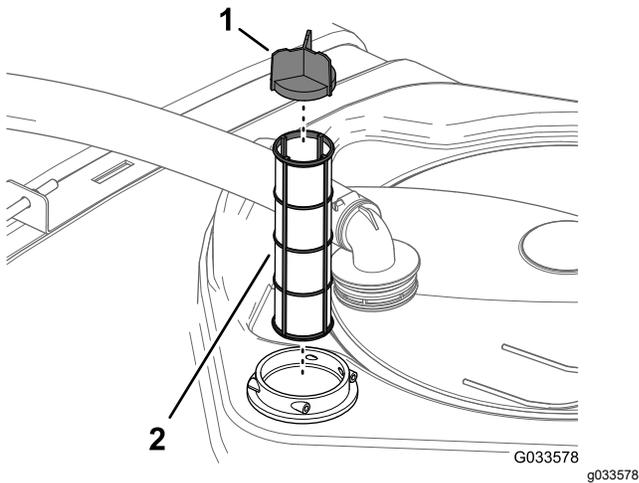

Figura 30
- Tire del filtro de aspiración para retirarlo de la carcasa del filtro en el depósito (Figura 30).